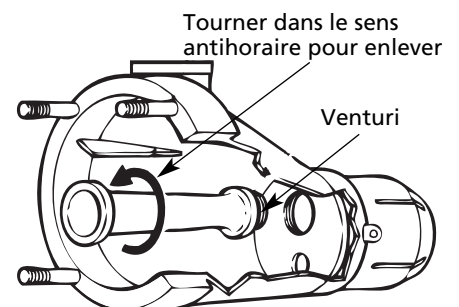

Figure 17 – Dévissage du venturi
1. Dévisser et enlever le venturi (voir Figure 17).